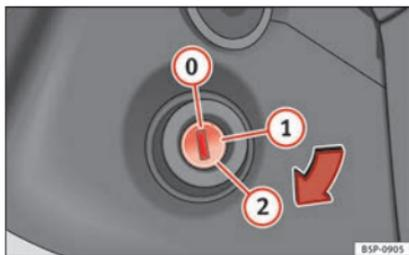

Fig. 122 Posizioni della chiave di accensione.
In questa posizione » fig. 122 sia il motore che il quadro sono spenti e si può inserire il bloccasterzo.
- Girare la chiave fino alla posizione » **fig. 122** ①. La spia  si accenderà nel caso di preincandescenza del motore.
- Quando la spia si spegne, mettere in moto girando la chiave nella posizione ②, senza dare gas.
- Girare la chiave fino alla posizione » fig. 122 ①.